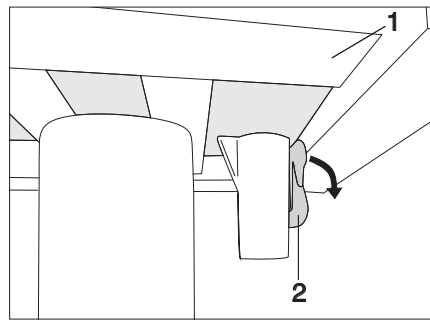

Bild 97 Arretierung Einsäulentisch (verriegelt)
- Arretierhebel (Bild 97,2) nach unten drücken.
- Tischplatte (Bild 97,1) in die gewünschte Position verschieben.
- Arretierhebel (Bild 97,2) wieder nach oben drücken.